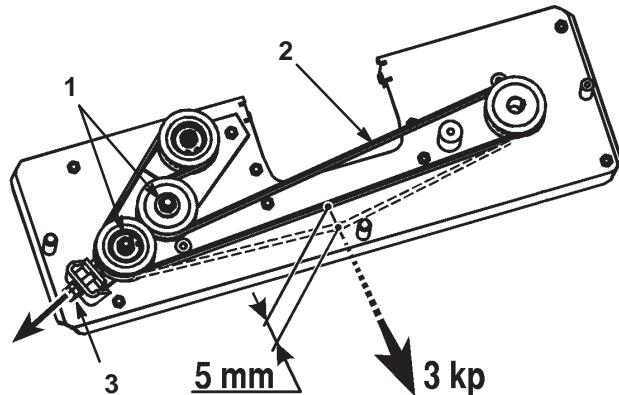

Figure 43
4. Desserrez les deux écrous hex. sur la poulie folle (Fig. 43).
5. Réglez l'écrou M10 jusqu'à ce que la courroie présente une flèche de 5 mm quand elle est soumise à une force de 3 kp (Fig. 43).